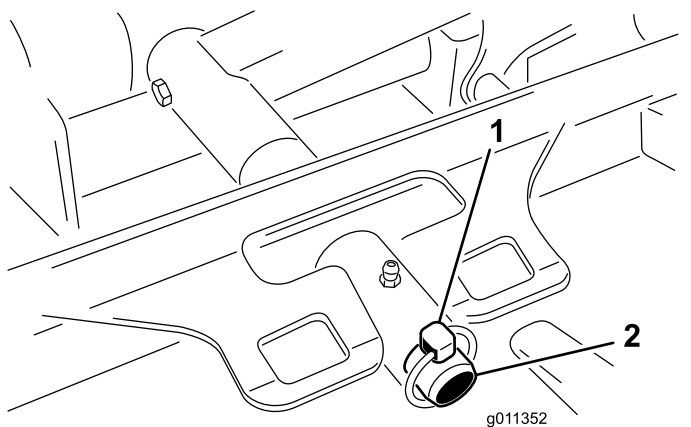

Figura 70
2. Retire el pasador de seguridad (o la tuerca de retención – modelo 30874) que sujeta el bastidor de tiro de la carcasa al pasador de giro del brazo de elevación (Figura 70).
2. Deslice el bastidor de tiro de la carcasa sobre el pasador de giro del brazo de elevación (Figura 70). Sujete la carcasa al pasador con el pasador de seguridad (o la tuerca de retención – modelo 30874).